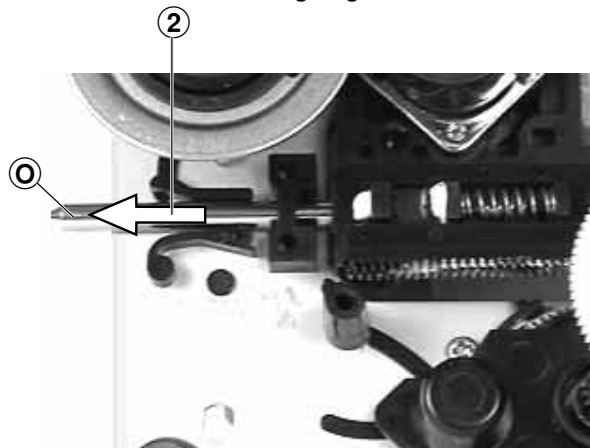

Fig. 9
- Führungsstange **O** in Pfeilrichtung **2** schieben und Lasereinheit abnehmen (Fig. 9).
- Move the guide rail **O** in the direction of arrow **2** and remove the laser pick-up (Fig. 9).